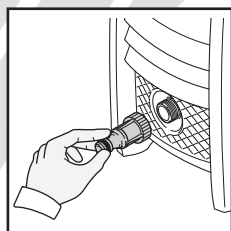
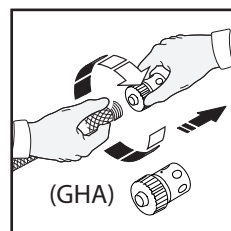
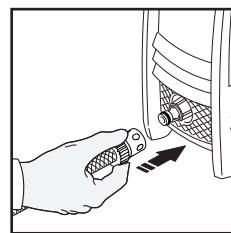

Fig. 11
Fig. 12
Fig. 13
- Premièrement, enlever le plastique qui expédie la couverture sur l'arrivée d'eau sur le devant de la rondelle de pouvoir. Attacher l'adaptateur en plastique clair en le vissant dans l'arrivée d'eau (la fig. 11). Transmettre tendu est fin. La prochaine vis sur l'attachement de col bleu/noir à votre tuyau de jardin (la fig. 12). Glisser le col bleu/noir sur l'adaptateur clair (la fig. 13), il « cliquetera » à sa place. L'eau est maintenant connectée à votre rondelle de pouvoir.